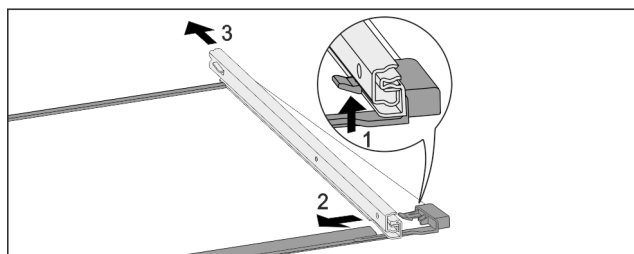

Fig. 174 Glassplate med skinner
- Trykk den fremre festespaken oppover. Fig. 174 (1)
- Skyv uttrekksskinne til side Fig. 174 (2) og skyv bakover Fig. 174 (3) og bort.